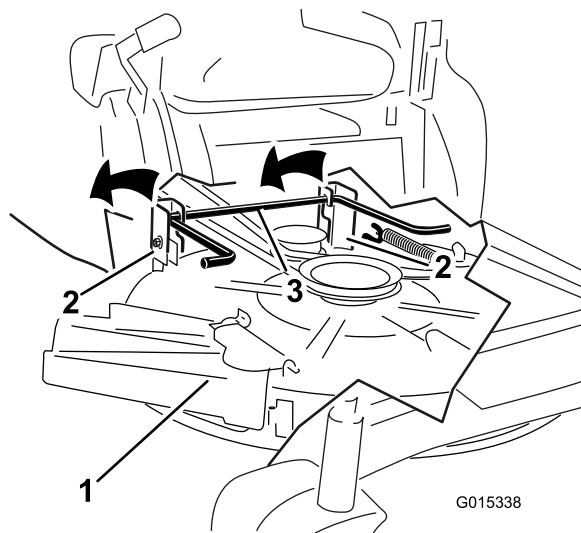

Рисунок 71
7. Поднимите деку газонокосилки и кронштейны подвеса так, чтобы они отсоединились от заднего подъемного стержня, и осторожно опустите газонокосилку на землю (Рисунок 71).
5. Поднимите заднюю часть деки газонокосилки и установите кронштейны подвеса поверх заднего подъемного стержня (Рисунок 71).